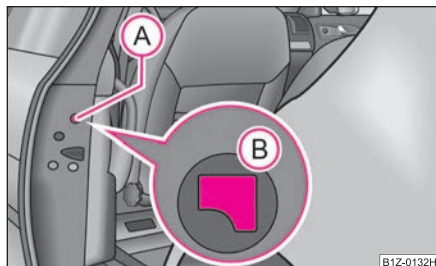

Fig. 28 Ușa din spate:
- Îndepărtați capacul (A) ⇒ fig. 28.
- Introduceți cheia în orificiul de sub capac și apăsați maneta (B) în interior până la limită.